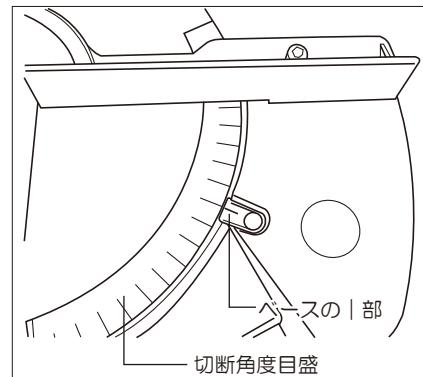

図11
- ②ターンテーブルの切削角度目盛り0度と、ベスのV部を合わせてください。(図11参照)